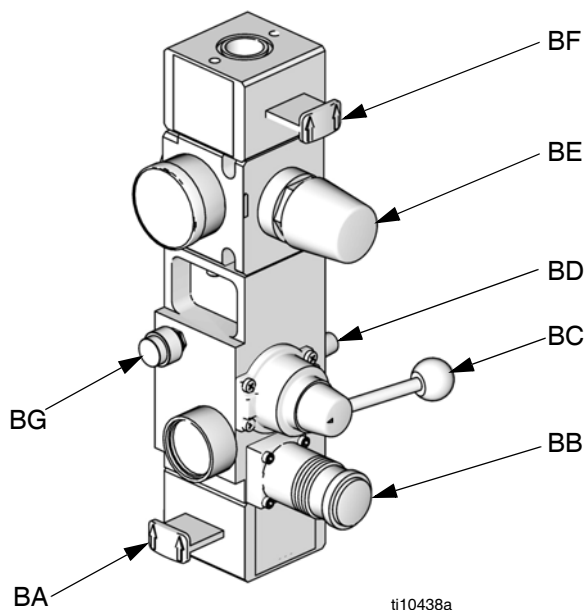

FIG. 3. Comandi pneumatici integrati
| G Comandi pneumatici integrati (vedere FIG. 3) | U Valvola di drenaggio della linea dell'aria (non fornita) |
- G Comandi pneumatici integrati (vedere FIG. 3)